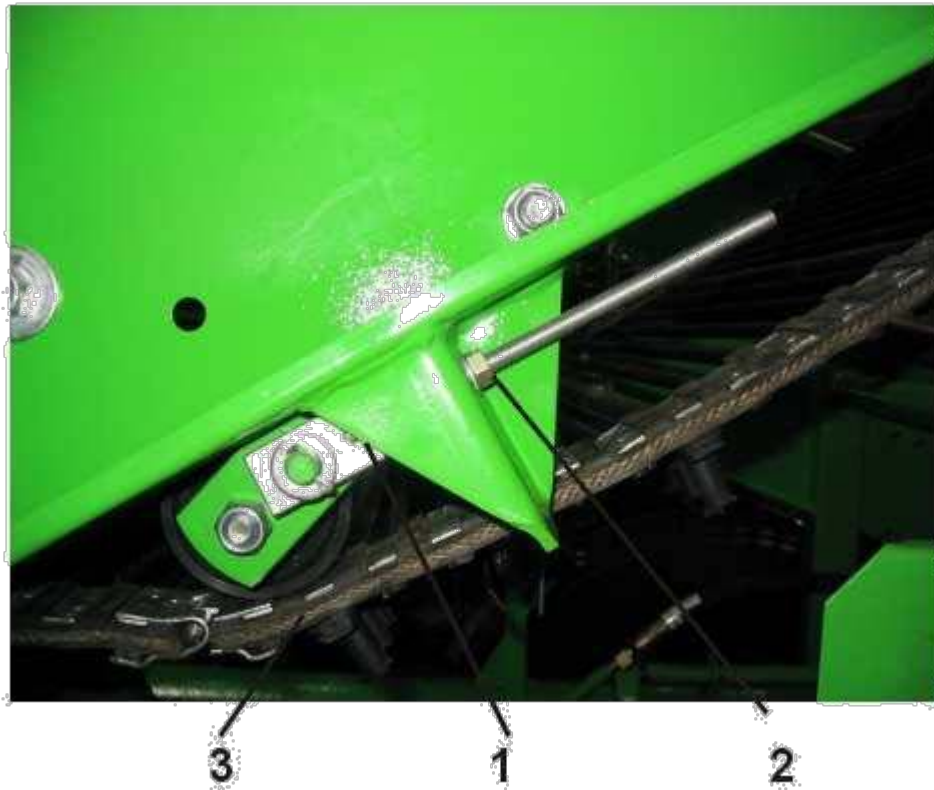

Abb. 47. Einstellen der Tischtransporterspannung.
- löse die Muttern (1 Abb. 47) an beiden Tischseiten an,
- ziehe die Muttern (2) an beiden Tischseiten an, bis die richtige Spannung des Transporters (3) erreicht wird,
- ziehe die Muttern (1) an.